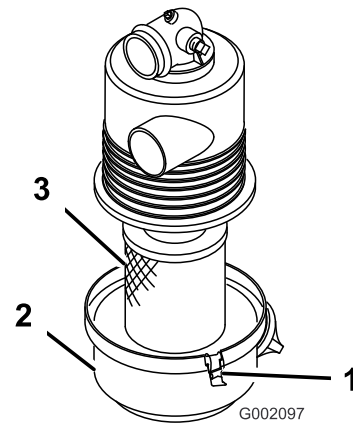

Figure 17
1. Vérifiez si le boîtier du filtre à air présente des dommages susceptibles d'occasionner des fuites d'air. Le couvercle doit être parfaitement ajusté sur le boîtier du filtre à air (Figure 17).
2. Desserrez les attaches qui fixent le couvercle sur le boîtier du filtre à air (Figure 17).
3. Séparez le couvercle du boîtier du filtre à air et nettoyez l'intérieur du couvercle (Figure 17).
3. Insérez l'élément filtrant dans le boîtier du filtre à air (Figure 17).
4. Alignez le couvercle du filtre à air sur le boîtier du filtre à air (Figure 17).
5. Fixez le couvercle au boîtier avec les verrous (Figure 17).